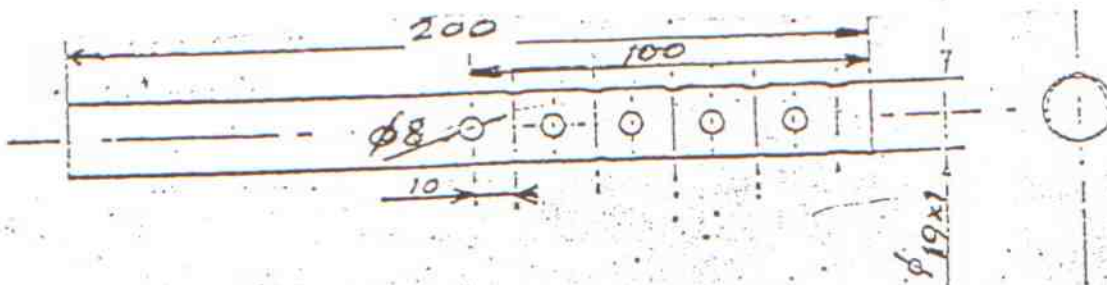

Fig 1
- 3.2 Installera en PVC-tub i anslutningen. Se fig 1 nedan.